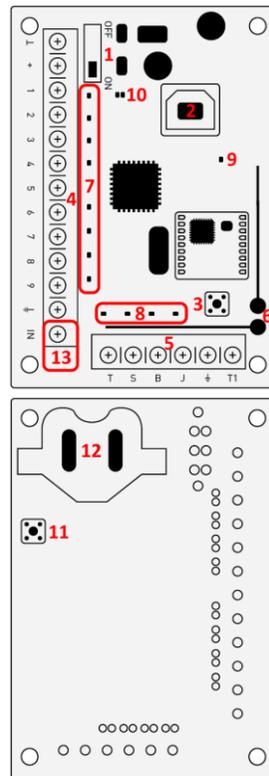

РИС. 1. Приемник беспроводных датчиков osBridge
4.1. Подключите приемник беспроводных датчиков osBridge к компьютеру при помощи USB кабеля (тип A-B) используя разъем «2» (РИС.1). Включите приемник кнопкой «1» (РИС. 1). Если подключение осуществляется в первый раз, подождите пока система закончит процедуру опознавания нового устройства и установку драйверов. Возможно, понадобится самостоятельно установить программу uscdriver\_v1.3.1. Существуют отдельные версии этой программы для x86 и x64 платформ Windows! Для работы конфигуратора на ПК должен быть установлен .NET Framework 4! После установки нужных драйверов запустите прилагаемую программу «Конфигуратор MRR-102». Подробности о работе программы «Конфигуратор MRR-102» приведены в п. 5 этой инструкции.
Описание индикации информационных светодиодов «10» (РИС. 1):